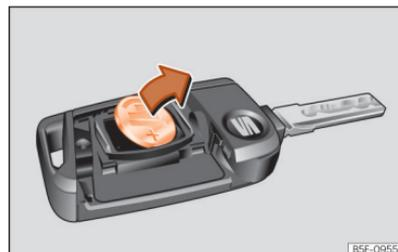

Fig. 48 Chave do veículo: remoção da pilha.
- Extraia a pilha do compartimento com um objeto fino adequado »» Fig. 48.